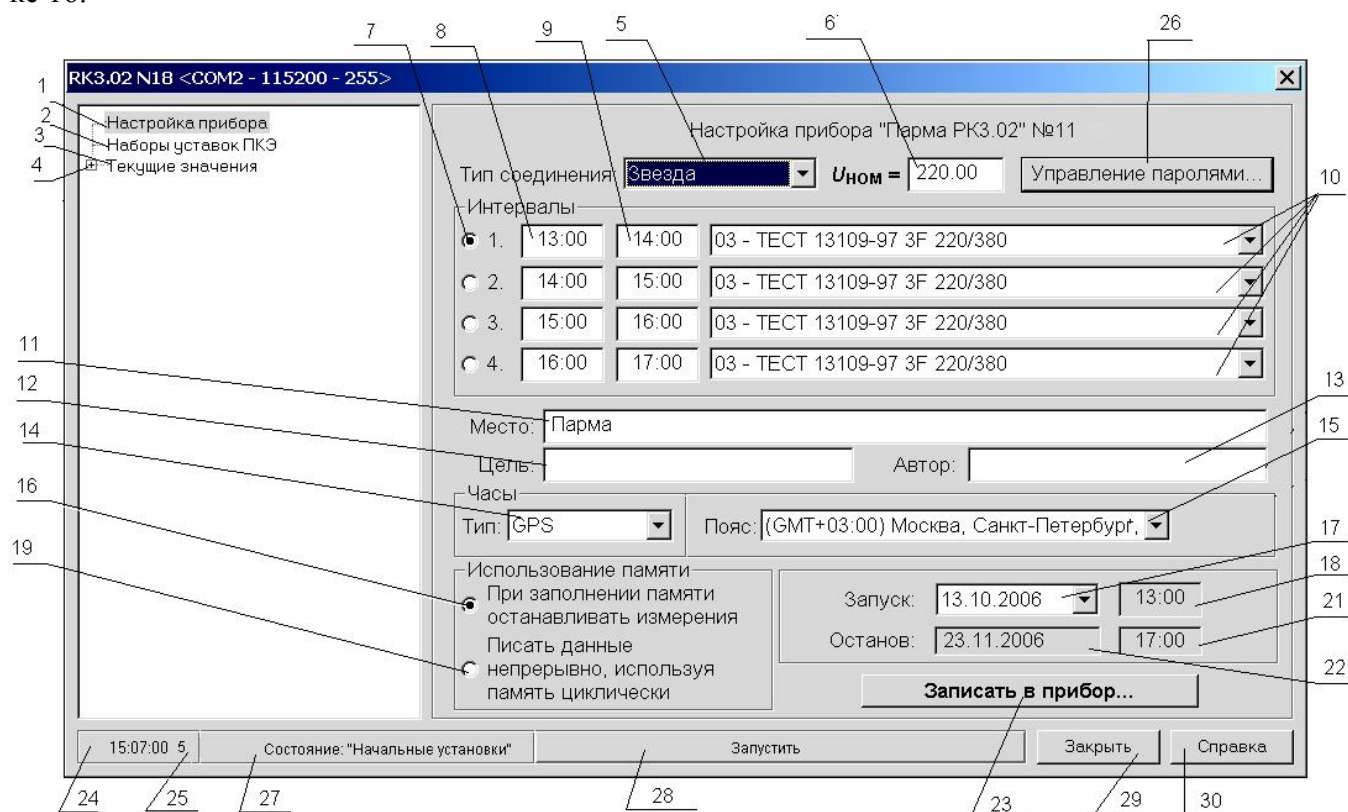

Рисунок 16
– (26) – кнопка Управление паролями – предназначена для активизации диалогового окна управления системой паролей (пользовательским или системным);
– (27) – (рисунок 16) – Строка состояния – предназначена для отображения текущего состояния работы регистратора «Состояние: «Начальные уставки», «Состояние: «Работа» и «Состояние: «Отчет». Если память регистратора не заполнена, то после подключения индицируется надпись «Состояние: «Начальные уставки», после настройки регистратора пользователь имеет возможность перейти к регистрации, в режим «Состояние «Работа» – при этом индицируется надпись **“Состояние: «Работа”**; по окончании регистрации (например, по ГОСТ 32144 - через сутки), или при останове регистрации пользователем – регистратор переходит в режим «Состояние «Отчет» – индицируется надпись **“Состояние: «Отчет”**;
– (28) – кнопка Запустить – предназначена для запуска регистрации и перехода в режим «Состояние «Работа». После активизации команды «Запустить», программа запросит пароль;
– (29) – кнопка Закрыть – предназначена для закрытия меню «Состояние «Начальные установки»;
– (30) – кнопка Справка – предназначена для помощи пользователю при работе с меню «Настройка прибора».
7.2.1.22 В случае возникновения необходимости смены пароля (системного или пользовательского), необходимо в меню «Настройки прибора» (рисунок 16) активизировать кнопку «Управление паролями» (26), при этом откроется окно, как показано на рисунке 26